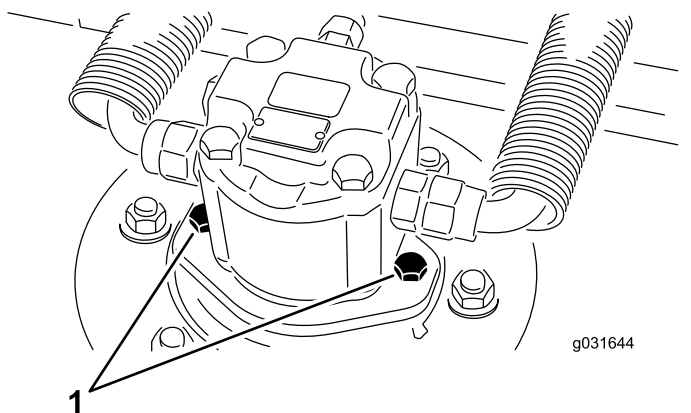

Рисунок 65
2. Выверните крепежные винты гидроцилиндра, отсоедините и снимите гидроцилиндр с деки (Рисунок 65).
4. Установите гидроцилиндр на деку при помощи крепежных винтов (Рисунок 65).